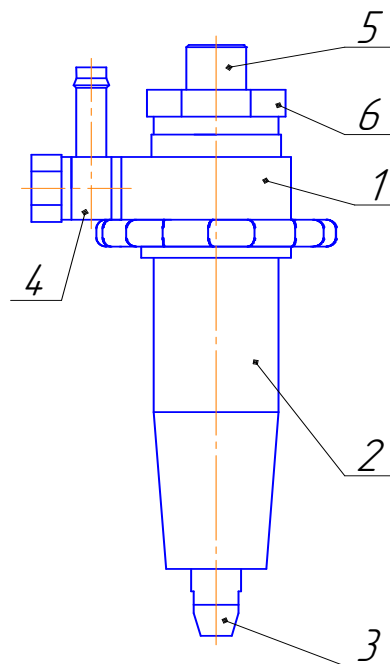

Рисунок 3 – Горелка
1.3.1.6 Горелка (рисунок 3) состоит из корпуса (1), сменных наконечников (3), цанги зажима тракта подачи сварочной проволоки (5), штуцера подвода газа (4), сопла (2) и гайки (6).